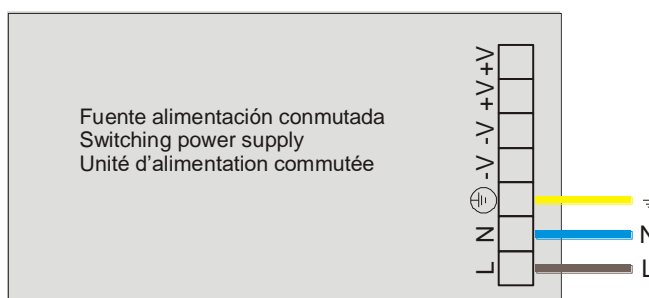

Figura 5: Esquema conexión de red
- Debe conectarse a la fuente alimentación los 3 terminales de alimentación eléctrica de red (fase, neutro y tierra), tal y como se muestra en la figura 5.